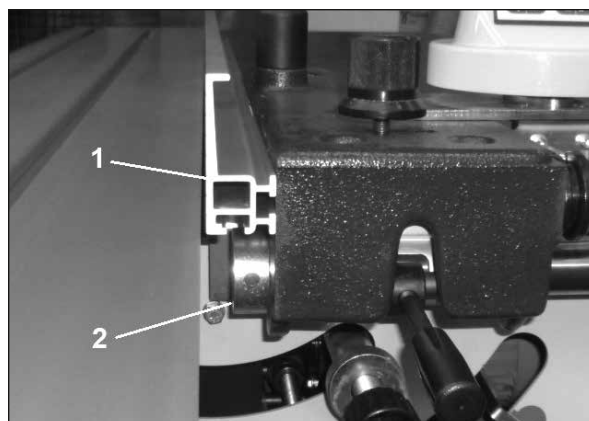

Abb.28
Schieben Sie jetzt den Anschlag um einige mm nach rechts und schieben Sie den Anschlag-Stoßring (2) gegen den Anschlag und schrauben Sie den Ring mit der Inbusschraube fest (Abb.28). Jetzt ist es nicht mehr möglich mit dem Anschlaglineal das Sägeblatt zu berühren. Nach jedem Sägeblattwechsel muss der Skala neu auf Null eingestellt werden!